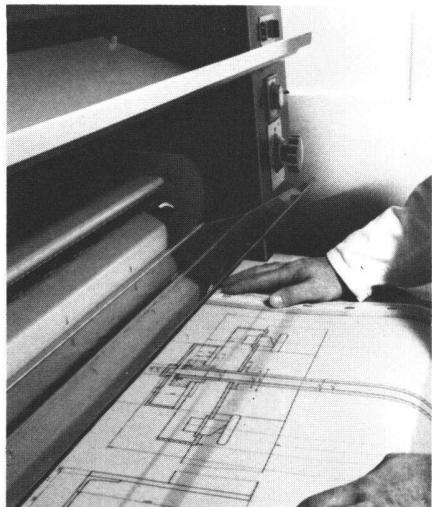

Abb. 3
2. Über Diazo-Tochterpausen mit ultraviolettem Lichtpausen (wie FOLAREX®LICHTPAUSFOLIE SEPIA (Abb. 3).